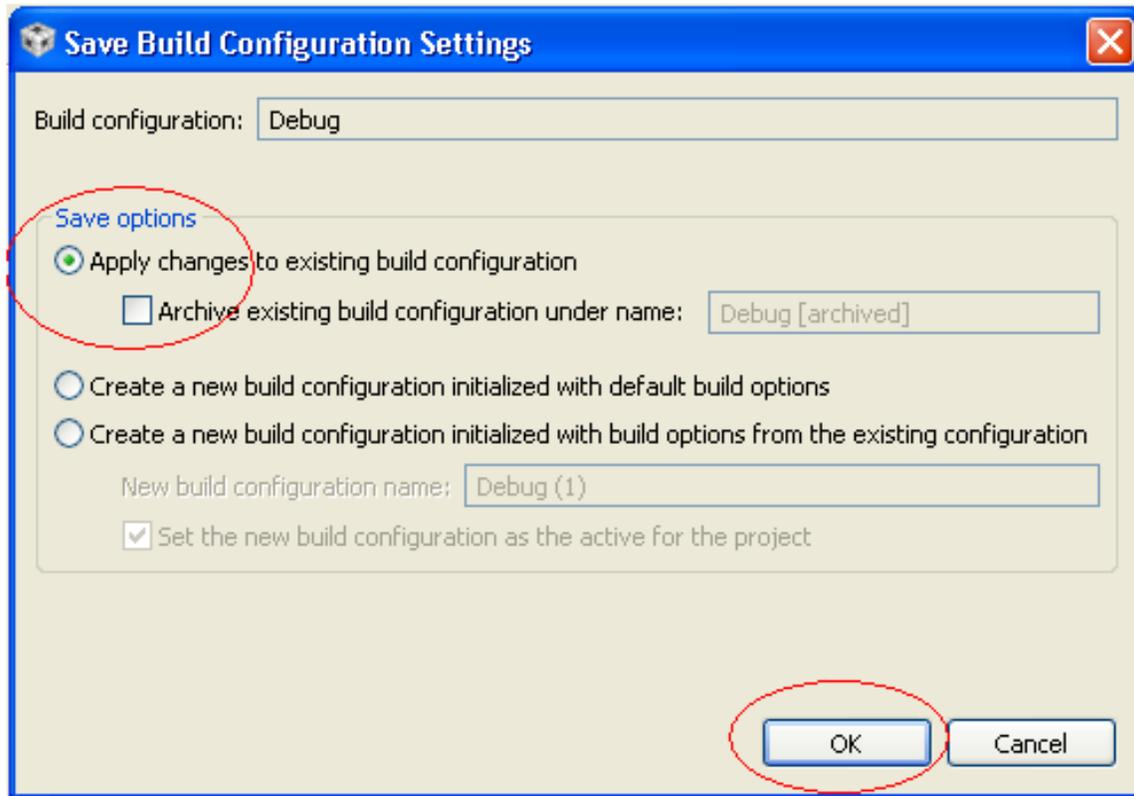

图 30. 保存 Build Configuration Settings（调试）
4. Build Configuration Settings 窗口将出现 → 如图 30 中所示选择选项 → 单击 OK 按钮。